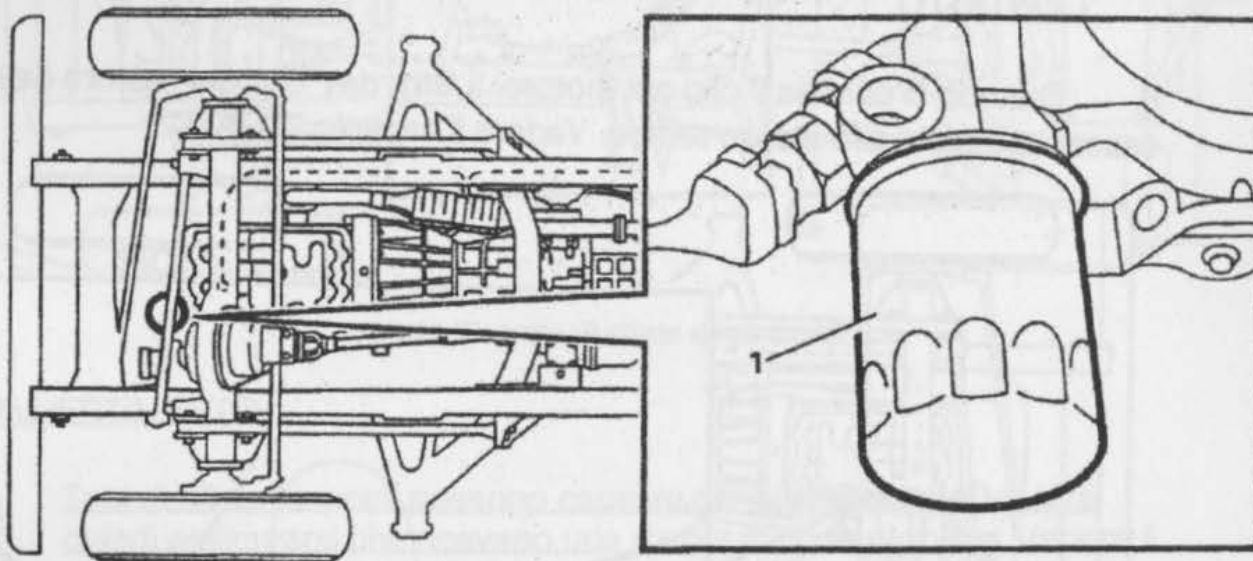

Fig. 71 Filtro dell' olio del motore
8.1.4 Togliere il filtro (Fig 71 (1)) usando una chiave stringitubo a nastro come richiesto e gettare il filtro e la rondella di gomma.